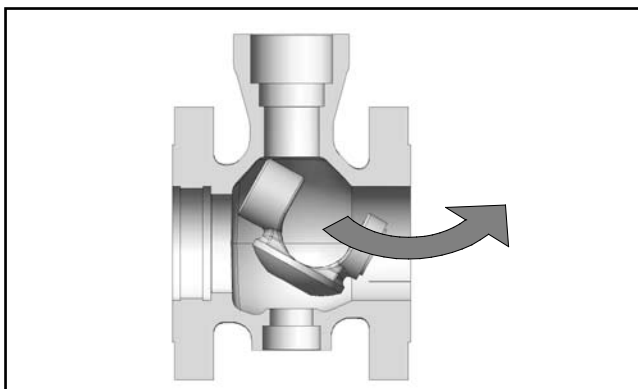

Abbildung 2a: Entfernen des Kegels
- 5.5 Kegel herausziehen. Siehe Abbildung 2a.